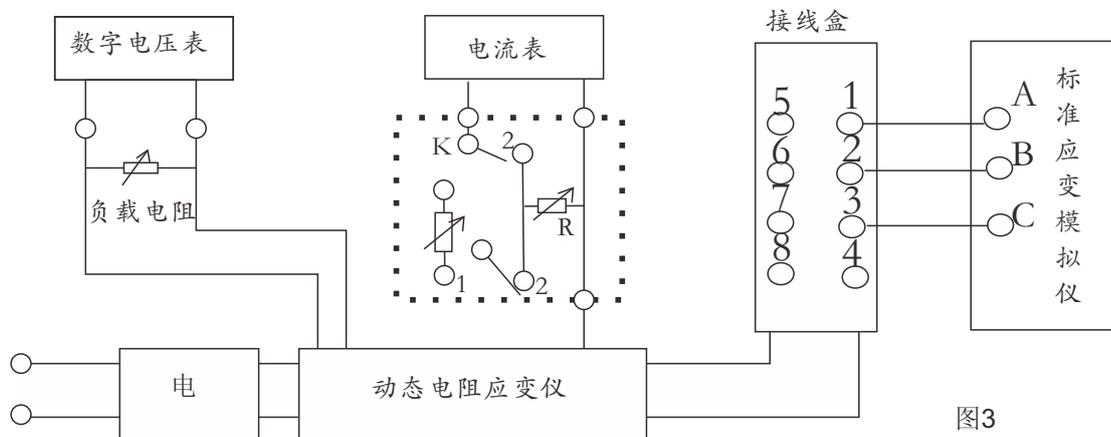

图3
- 4、当应变仪A、B、C通过测量长导线A'A, B'B, C'C, 与本仪器连接进行校验时，校验的结果除反映应变仪本身的性能外，还包括测量线引起的附加误差。如图3所示。